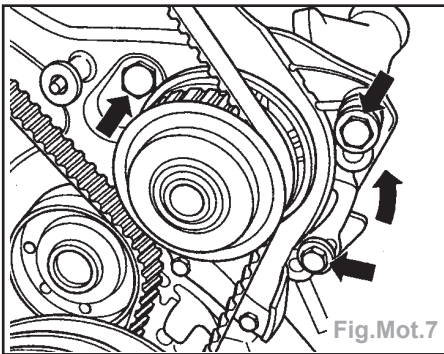

Fig.Mot.7
- Tendre la courroie en tournant vers la G (vers le haut) la pompe à eau (Fig.Mot.7).